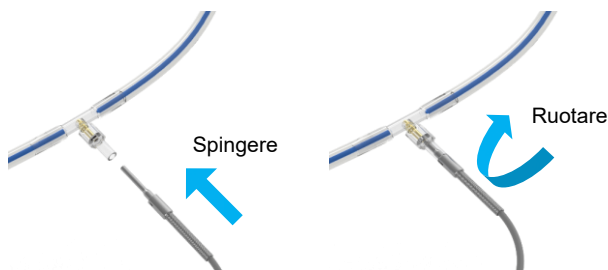

Figura 14 Collegamento del sensore di temperatura al set di perfusione
- Collegare il sensore T2 alla linea di perfusione (Figura 14; si trova all'uscita della vaschetta del rene).